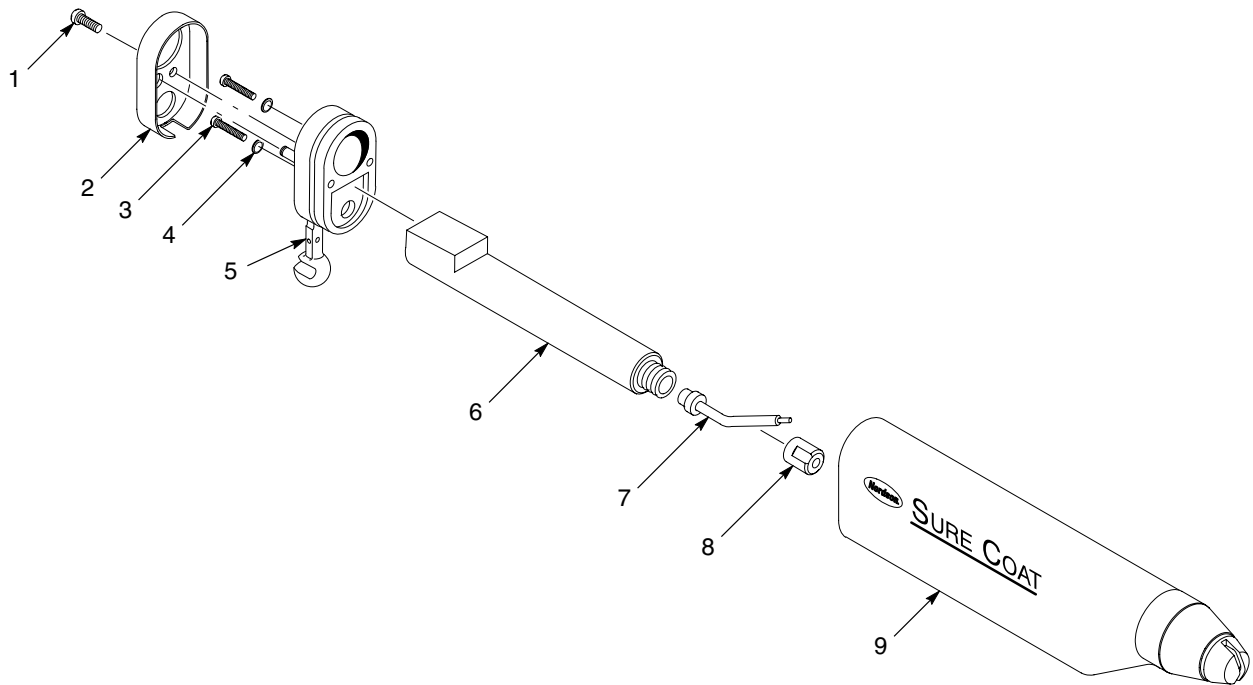

图 6-5 杆座喷枪倍增器更换
见图6-5。
3. 将新的倍增器插入喷枪本体（9）。确保倍增器的定向如图6-5所示。